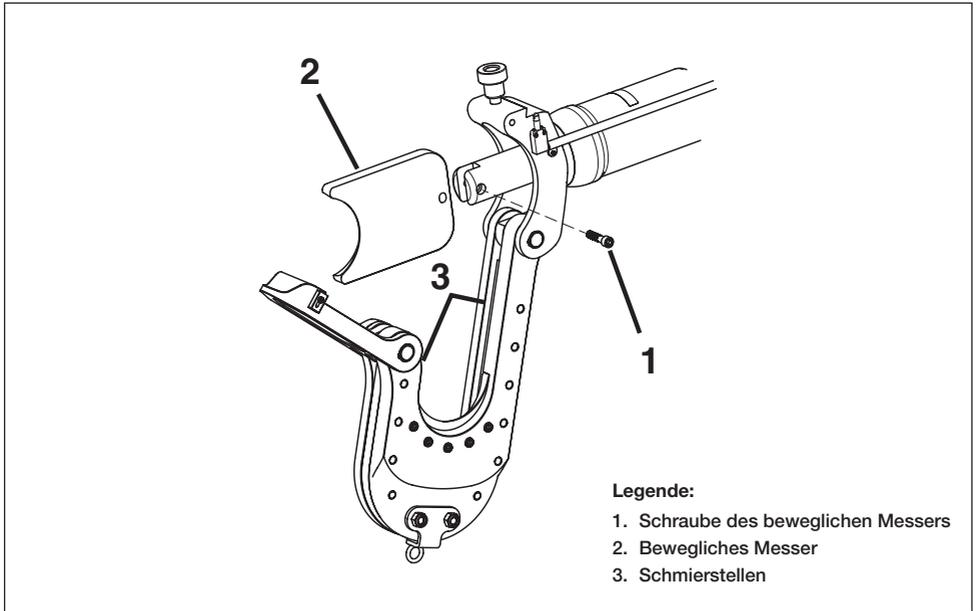

Abbildung 12, Austausch des beweglichen Messers
5. Lösen und entfernen Sie die Schrauben des beweglichen Messers (Abbildung 12, Element 1).
6. Entfernen Sie das verschlissene bewegliche Messer (Abbildung 12, Element 2).
7. Bringen Sie das neue bewegliche Messer (Abbildung 12, Element 2) am Kolben an.
8. Bringen Sie die neuen Schrauben des feststehenden Messers an (Abbildung 12, Element 1). Drehmoment 138 Nm [102 ft-lb]. Tragen Sie Loctite 243 (oder gleichwertig) auf.
9. Schmieren Sie die Seitennut und die Werkzeugführung im Schneidkopf mit NLGI Klasse 2, Lithium-Hochdruckfett (Abbildung 12, Element 3).